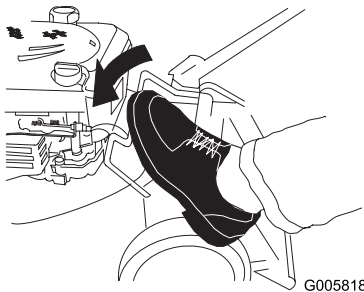

Bild 27
2. Treten Sie auf den Griffösehebel (Bild 27).